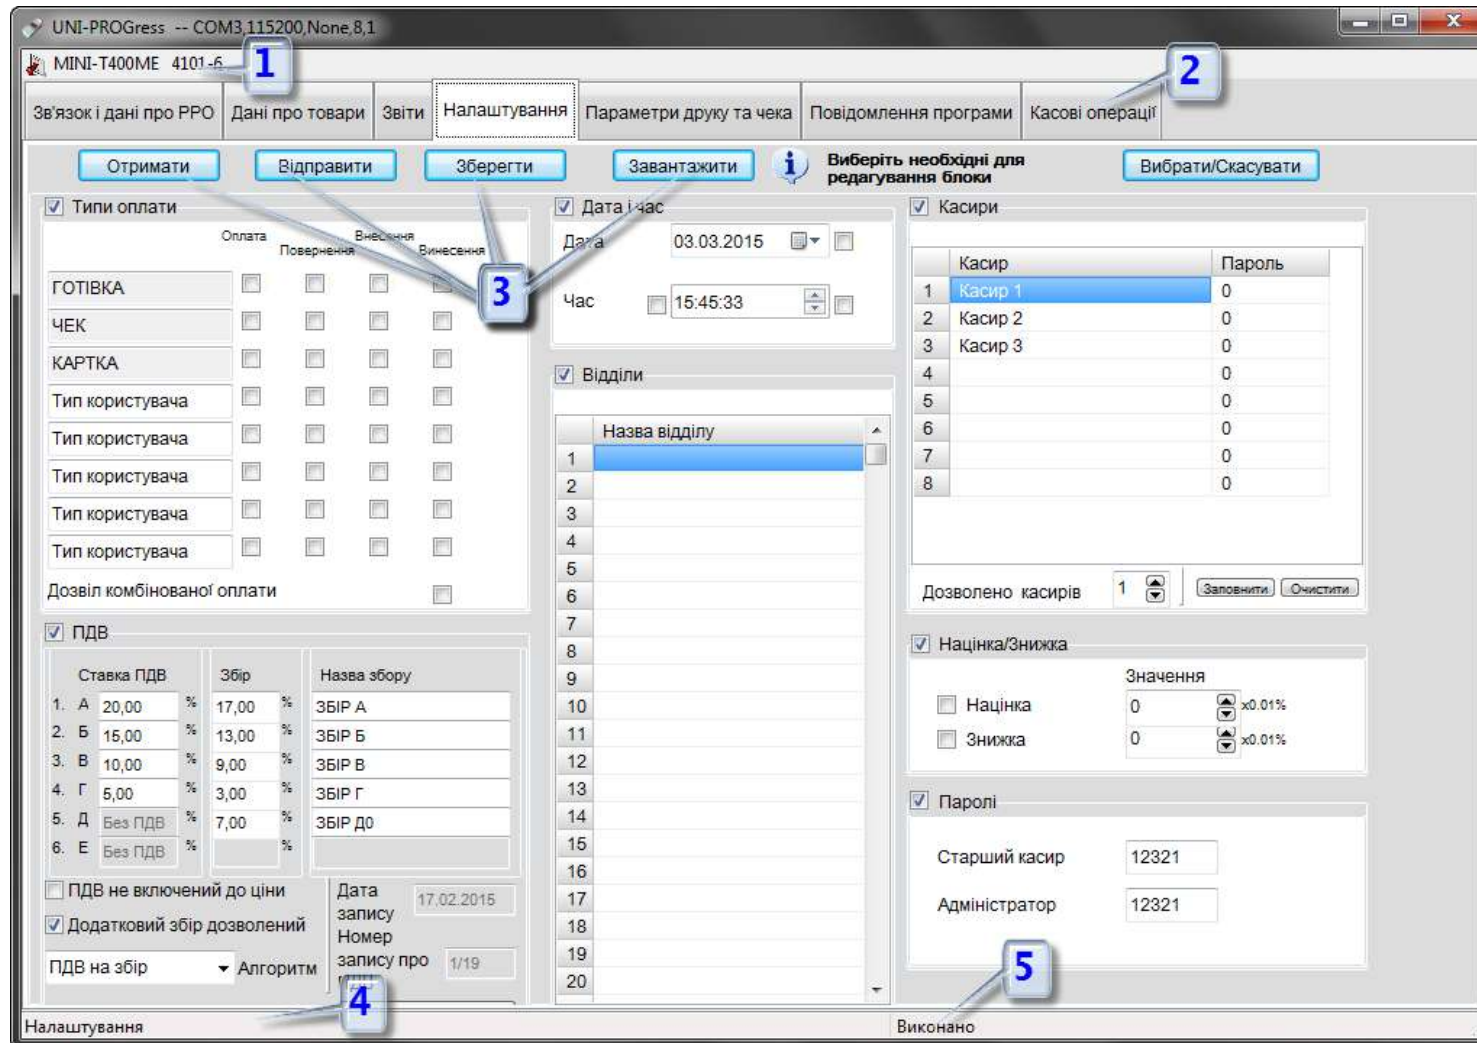
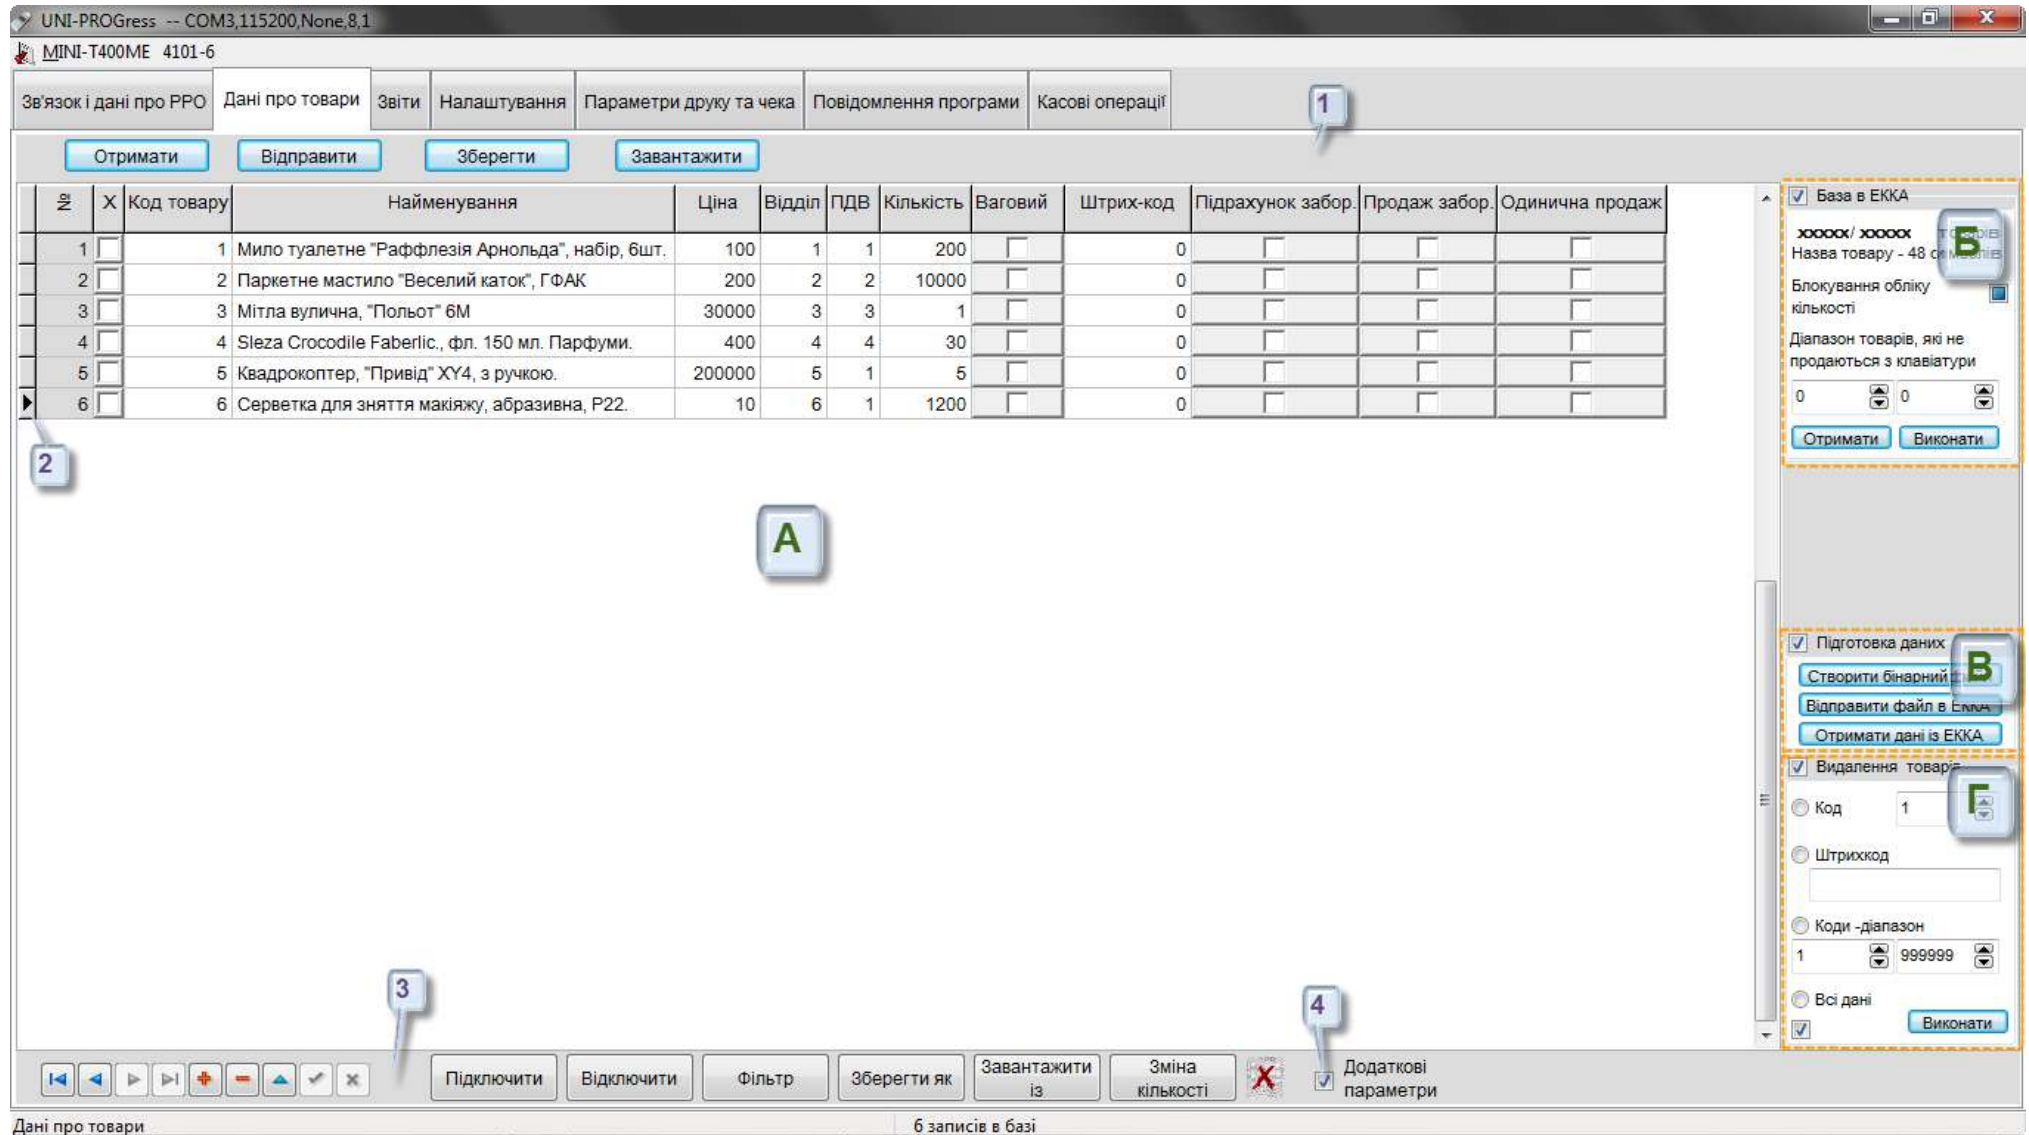
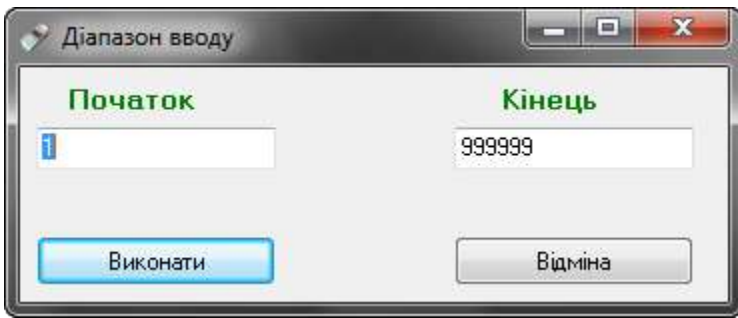

Рис. 6 Інформаційні елементи та елементи керування програми
Рис. 12 Вкладка «Дані про товари»
Рис. 13 Визначення діапазону виведення БД товарів з РРО
Основними елементами керування (див. Рис. 6) є:
В інформаційно-статусної стрічці виконується моніторинг елементу управління, який є виділений в поточний момент часу та його представлення (див. Рис. 6, № 4). В статусної стрічці (див. Рис. 6, № 5) представлено статус останньої команди/процедури — виконано або помилка.
В кожній вкладки, в верхньої частині їх частині, розташовано панель програмних клавіш. Для різних вкладок набір програмних клавіш на панелі буде різний, оскільки для деяких вкладок виконувати функції клавіш не мають сенсу. Повний набір програмних клавіш представлений на Рис. 6, № 3. Набір та кількість програмних клавіш для кожної вкладки буде оговорено окремо.
Програмна вкладка «Дані про товари» (Рис. 12) дозволяє виконати основні дії з базою товарів: занести новий товар до бази, змінити параметри товару, видалити окремий товар або декілька товарів тощо. В верхньої частині вкладки, як й на інших, розташована основна панель програмних клавiш керування з 4-ма клавiшами: «Отримати», «Вiдправити», «Зберегти», «Завантажити». Нижче розташовано поле для списку товарів і панель програмних клавiш під ним.
Для зчитування бази даних з РРО та виведення переліку товарів потрібно натиснути клавiшу «Отримати», що розташована на основній панелі програмних клавiш керування (див. Рис. 12). Можна здiйснити виведення тiєї частини бази товарів що потрібно, ввiвши на запит дiапазону виведення потрібний (Рис. 13). Після виконання всiх дiй з товарами, як то: перейменування, внесення корекції до параметрів товарів, створення/видалення товарів потрібно виконати збереження оновленої бази товарів в пам'яті РРО, для чого потрібно натиснути клавiшу «Вiдправити» (до РРО) на основній панелі програмних клавiш керування. Клавiша «Зберегти» виконує автоматичне збереження бази даних (в архiвованому *.zip-файлу), ім'я якого співпадає з заводським номером РРО. Збереження виконується автоматично, без додаткових вікон, в робочий каталог програми, з виведенням в інформаційному рядку програми (див. Рис. 6, № 5) ім'я файлу.
На панелі програмних клавiш розташовано поле для виведення додаткових параметрів (дiй з параметрами товарів). Встановлення флагу «Додаткові параметри» викликає виведення додаткової бокової панелі (див. Рис. 12).
- «Зміна кількості» — виконати редагування кількості товару, який є поточним, про що інформує чорний трикутник на початку рядку (Рис. 12, № 2);